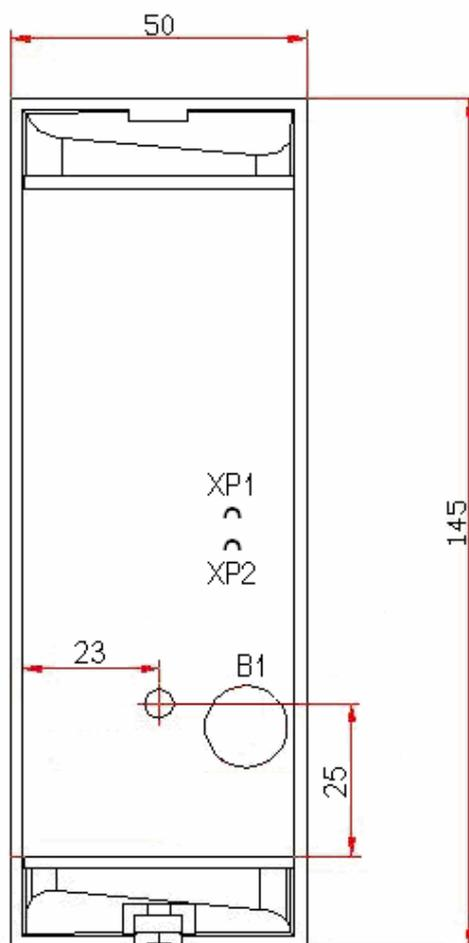

Рис. 3 Расположение пьезоэлемента (B1), переключки “номер считывателя” (XP2) и переключки “отключение концевого резистора” (XP1)
5.4. Ослабьте винт, расположенный в нижней части корпуса считывателя и крепящий его к металлическому основанию. Снимите металлическое основание и закрепите его с помощью четырех шурупов. При необходимости изменить номер считывателя перекусите кусачками перемычку «номер считывателя» (расположение перемычек приведено на рис. 3). Если данный считыватель не является конечным устройством на линии связи интерфейса RS-485 подключения периферии, то необходимо отключить на нем концевой резистор, для чего перекусите кусачками перемычку «отключение концевых резисторов». Учтите, что в этом случае необходимо будет установить концевые резисторы по реальным концам линии связи интерфейса RS-485. Пропустите кабель считывателя через предназначенное для него отверстие на установочной поверхности. Установите считыватель на металлическое основание и закрепите на нем с помощью винта, расположенного в нижней части корпуса считывателя.